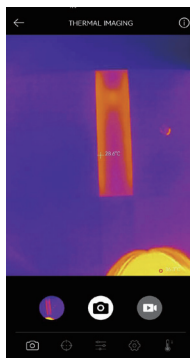

Figure 3.2.1
4. Pour visualiser les images/vidéos enregistrées, tapez sur la vignette dans le coin inférieur gauche (voir figure 3.2.1).